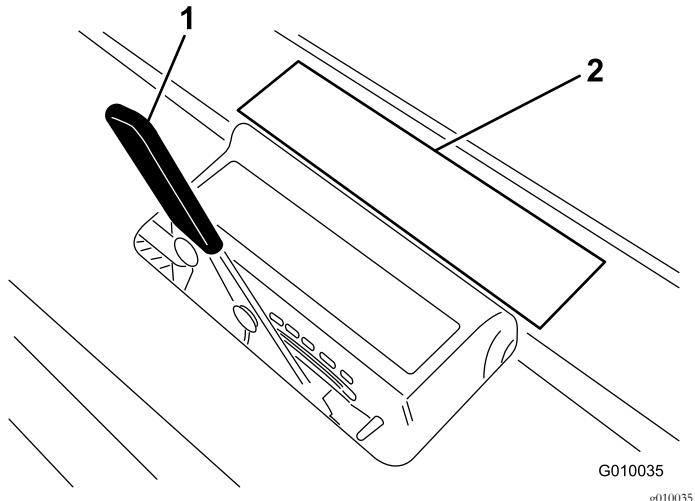

Figura 27
- Coloque o dente no autocolante de profundidade do dente (Figura 27) com uma extremidade alinhada com a profundidade de arejamento pretendida (consulte o desenho do dente no autocolante).